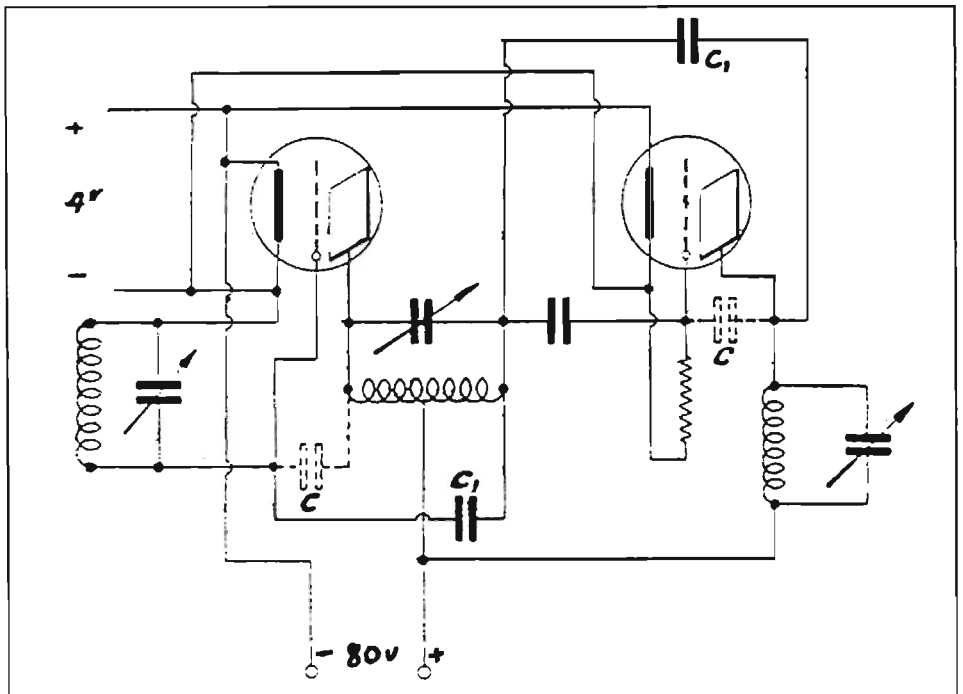

Fig. 14. — Neutralisation de la lampe amplificatrice HF
3. — Si la prise reliant la self au + 80 V était déplacée exactement au milieu de la self et qu'un petit condensateur variable reliait l'extrémité libre de la self à la grille de la lampe, lorsque la capacité de ce condensateur était égale à la capacité interne plaque-grille de la lampe l'entretien des oscillations cessait. C'est le montage représenté par le schéma de la figure 14.